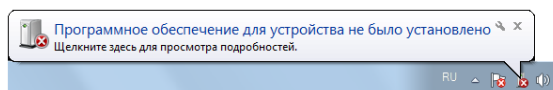

Рис. 5.1. Уведомление об отсутствии USB-драйвера
1. При первом подключении контроллера к ПК по интерфейсу USB в области уведомлений (в правой нижней части экрана) появится уведомление *Программное обеспечение для устройства не было установлено* (рис. 5.1).